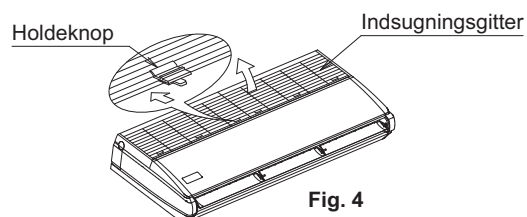

Fig. 4
- Forskyd knopperne til fastgørelse af indsugningsristen (35, 50 type: 2 steder for hver, 60~140 type: 3 steder for hver) bagud (som vist med pilen) for at åbne indsugningsgitteret helt. (Se fig. 4)